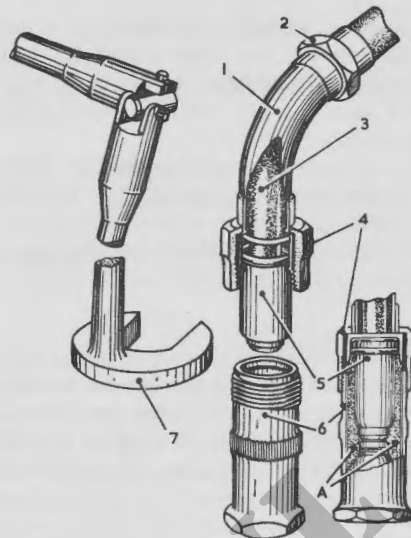

Fig. 23. Bougie en aansluiting van de hoogspanningskabel
#### 60. Bougies (fig. 23)
- (5) Verwijder de bougies (van kruiskoppeling voorziene pijpsleutel voor inlaatbougies en wringijzer) en controleer de koperen pakkingen.
- (6) Maak de bougies schoon, stel de elektrodenafstand in op .012 tot .015-in, test de bougies en vervang de defecte bougies.
- (7) Controleer of er voldoende afdichtpasta op de kabelmof en in de bougie aanwezig is om de ruimte om de mof geheel op te vullen (zie fig 23 (A)). Vul zoveel bij als nodig is; verspilling van afdichtpasta moet vermeden worden, dit is belangrijk.
- (8) Zorg er voor, dat elke bougie voorzien is van een bruikbare pakkingring en monteer dan de bougies.
- (9) Monteer de kniestukken, start de motor en voer de in par 158 beschreven test uit.
- (10) Draai, via het toegangsluik in het tussenschot, de kniestuk-moeren van de voorste twee bougies van elk cylinderblok los ( $7/16$ -in steeksleutel) en verwijder de bougies (speciale pijpsleutel en ratel), let er hierbij op, dat geen Silicone-afdichtpasta verloren gaat of verontreinigd wordt.
- (11) Verwijder de overige kniestukken en bougies via de motorruimte.
- (12) Maak de bougies schoon, stel de elektrodenafstand, in op .012 tot .015-in, test de bougies en vervang de defecte (monteur).
- (13) Controleer of er voldoende afdichtpasta op de kabelmof en in de bougies aanwezig is, zie fig. 23 (A), om de ruimte om de mof geheel op te vullen. Vul zoveel bij als nodig is het is van groot belang, verspilling te vermijden.
- (14) Zorg, dat elke bougie voorzien is van een bruikbare pakkingring en monteer dan de bougies.
- (15) Monteer de kniestukken, de schilden van de uitlaatspruitstukken, de luchtfilter, de thermostaat en de olie-terugvoerleiding. Klap de oliekoeler neer.
- (16) Start de motor, en voer de in par. 164 beschreven test uit. Controleer of het afgeregeld toerental van de motor juist is.
- (17) Stop de motor, bevestig de toegangsplaat op het tussenschot en sluit de luiken van de motorruimte.
- (18) Vul het registratieboekje LB 412/2 in.